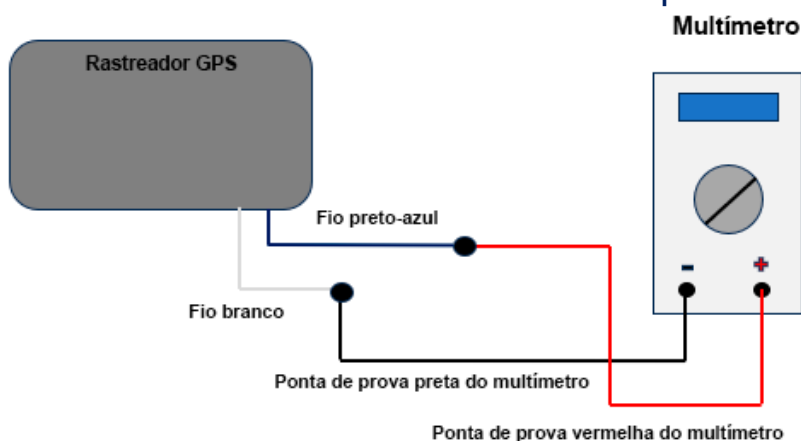

Fig.7 Connection Diagram
2. Monte o circuito de conexão de acordo com o "Diagrama de Conexão da Fig. 7".
Se desejar, posso ajudar com dicas de segurança, valores de resistência esperados para uma boa conexão ou explicar o diagrama de fiação exato da "Fig. 7" dos manuais oficiais do rastreador GPS Omnicomm.